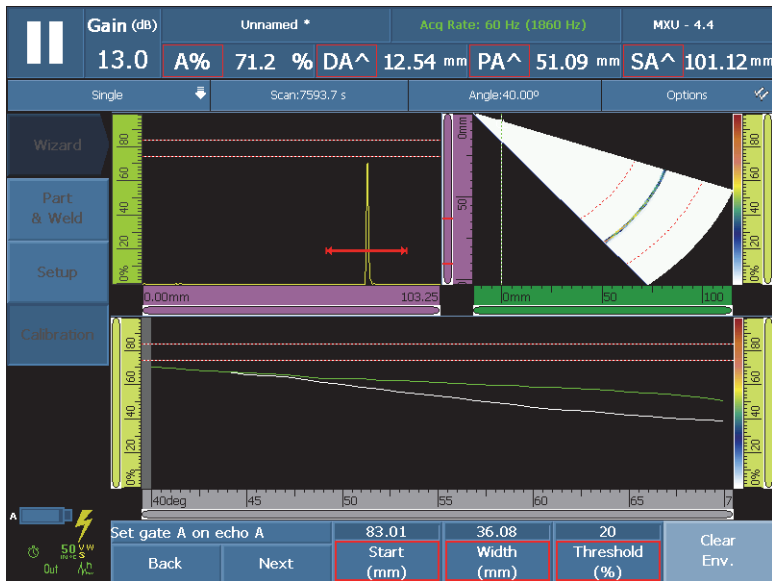

図 5-22 信号包絡線の上にゲート A を設定します。
6. **エコー A のゲート A 設定** ステップで、次の手順に従います (162 ページの図 5-22 を参照)。